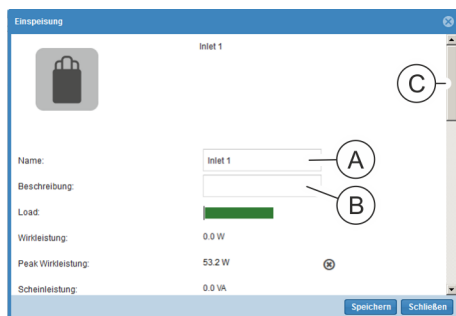

Abb. 112: Fenster "Einspeisung"
⇒ Es öffnet sich das Fenster "Einspeisung" (Abb. 112).
4. Im Fenster "Einspeisung" bei Bedarf die Benennung der Einspeisung (Abb. 112/Ⓐ) anpassen und bei Bedarf eine Beschreibung hinzufügen (Abb. 112/Ⓑ).
5. Mit dem Scrollbalken nach unten scrollen (Abb. 112/Ⓒ).